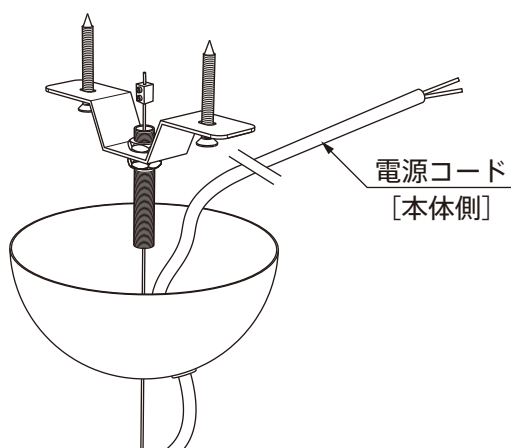

図 6
7. 取付金具が隠れるようにカバーキャップを上側へずらし、カバーキャップ固定ネジを締めて固定します。(図6)